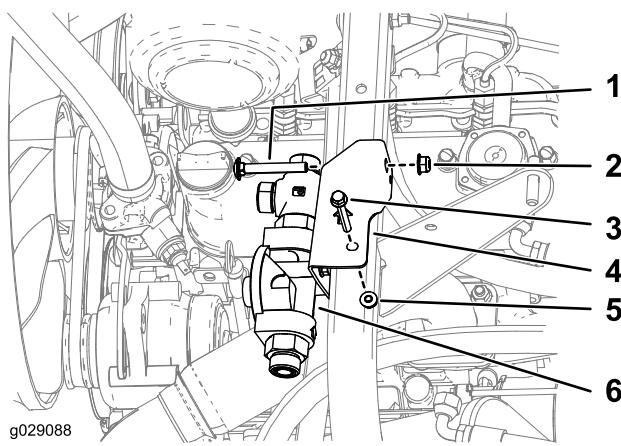

図12
3. 図12に示すように油圧フィルターアセンブリを取り付ける。